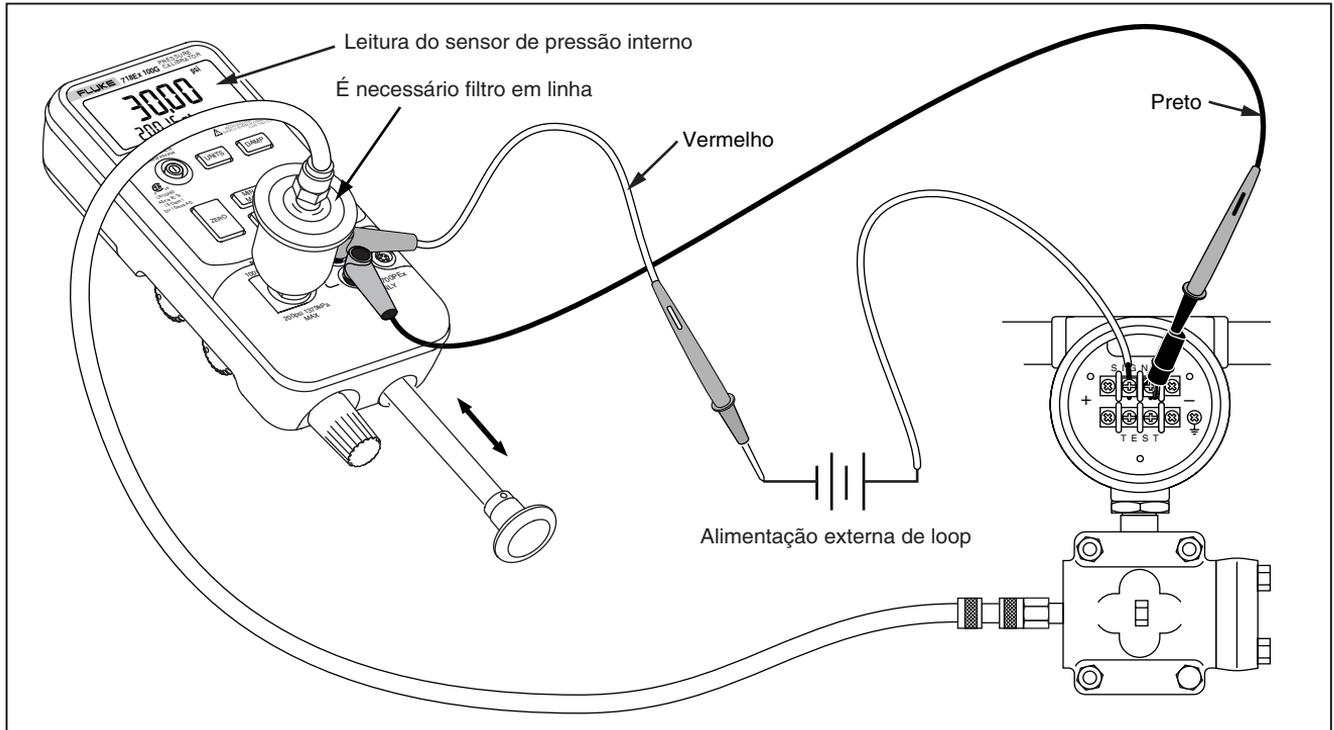
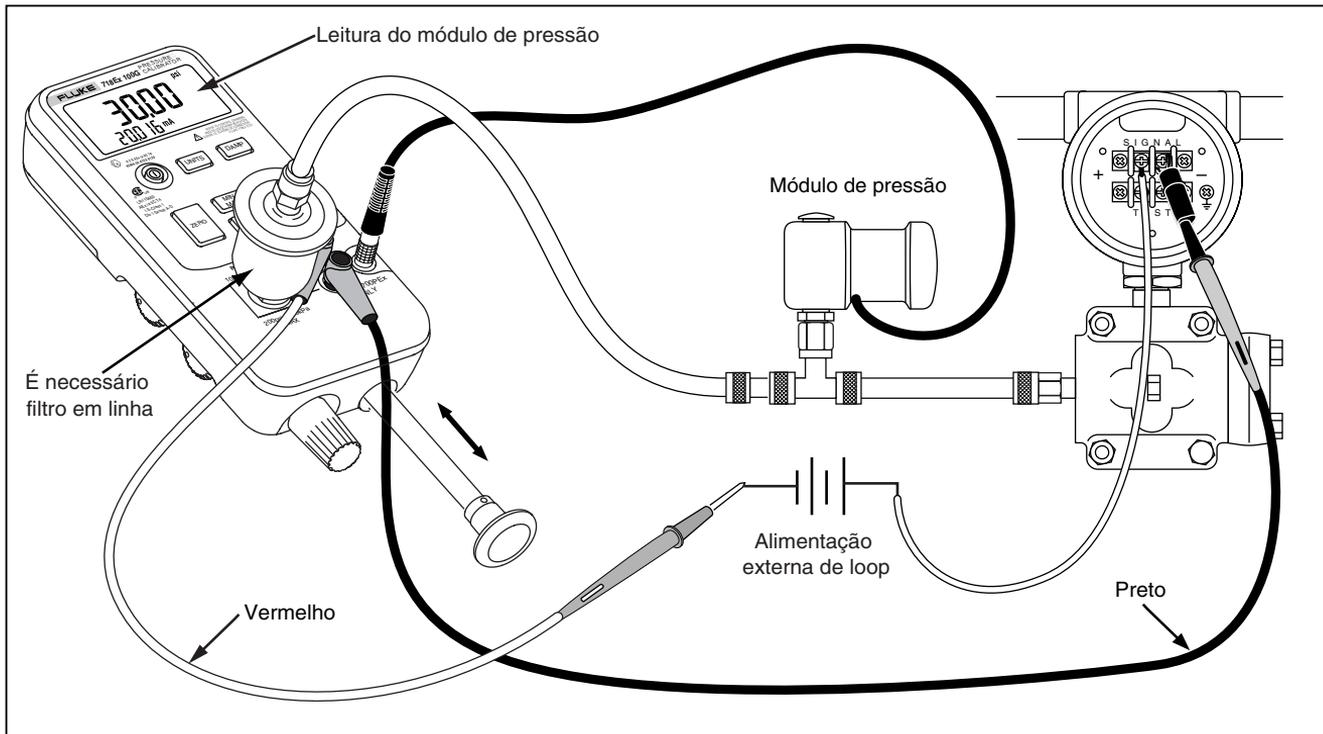

Figura 4. Sensor interno de pressão com bomba interna
Figura 5. Módulo de pressão com bomba interna
A melhor forma de se usar a bomba interna é mostrada na Figura 4, em que o calibrador indica a pressão medida com o sensor interno e suprida pela bomba interna.
A bomba interna também pode ser usada com determinados módulos de pressão Fluke Série 700Pex. Nesse caso, a pressão medida pelo módulo de pressão é indicada pelo calibrador. Os módulos de pressão que podem ser usados com cada modelos de calibrador estão indicados na Tabela 4. A Figura 5 mostra a bomba interna sendo usada com um módulo de pressão.
2. Conecte ao sensor interno do calibrador o transmissor de pressão que está sendo testado, conforme mostrado na Figura 4 (para medições com sensor interno de pressão) ou na Figura 5 (para medições com módulo de pressão.)